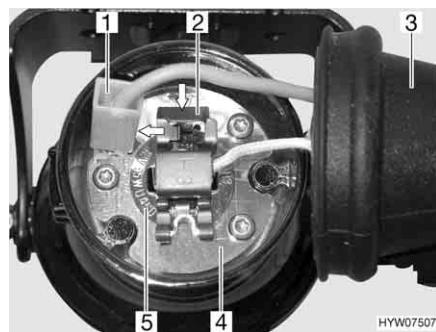

Fig. 151 Luce fendinebbia
- Afferrare dietro la luce fendinebbia e togliere il copripolvere di gomma (Fig. 151,3) dall'involtucro (Fig. 151,4).
- Togliere il cavo negativo (Fig. 151,1) dall'involtucro.
- Premere la graffa di supporto (Fig. 151,2) per sganciarla e spingerla di lato.
- Estrarre dall'involtucro la lampada ad incandescenza (Fig. 151,5) con il cavo.